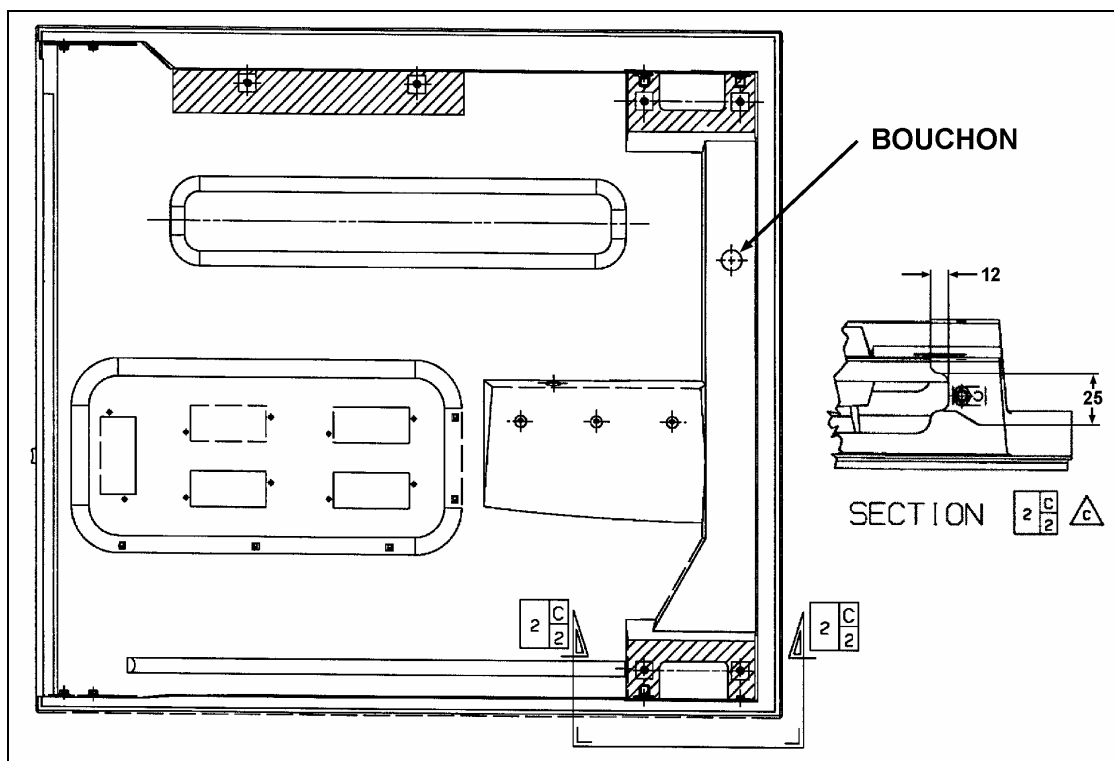

FIGURE 2 : AGRANDISSEMENT DE L'OUVERTURE
4. Meuler ou limer l'ouverture selon les dimensions indiquées à la figure 2. S'assurer que le bouchon est en place pour empêcher l'introduction de saleté, coller au besoin (voir figure 2).